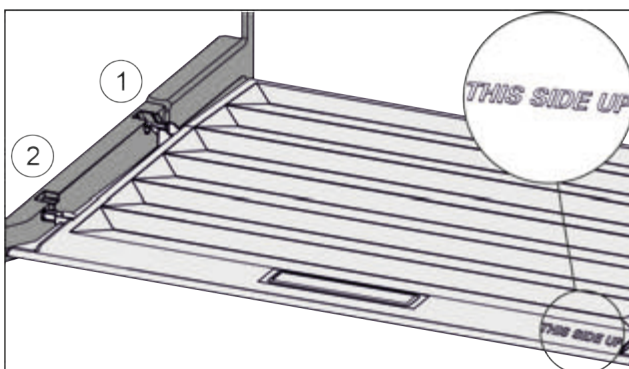

Fig. 85
- ▶ Вставити поперечні ребра через отвір заднього тримача Fig. 85 (1) і зафіксувати спереду у тримачі Fig. 85 (2).